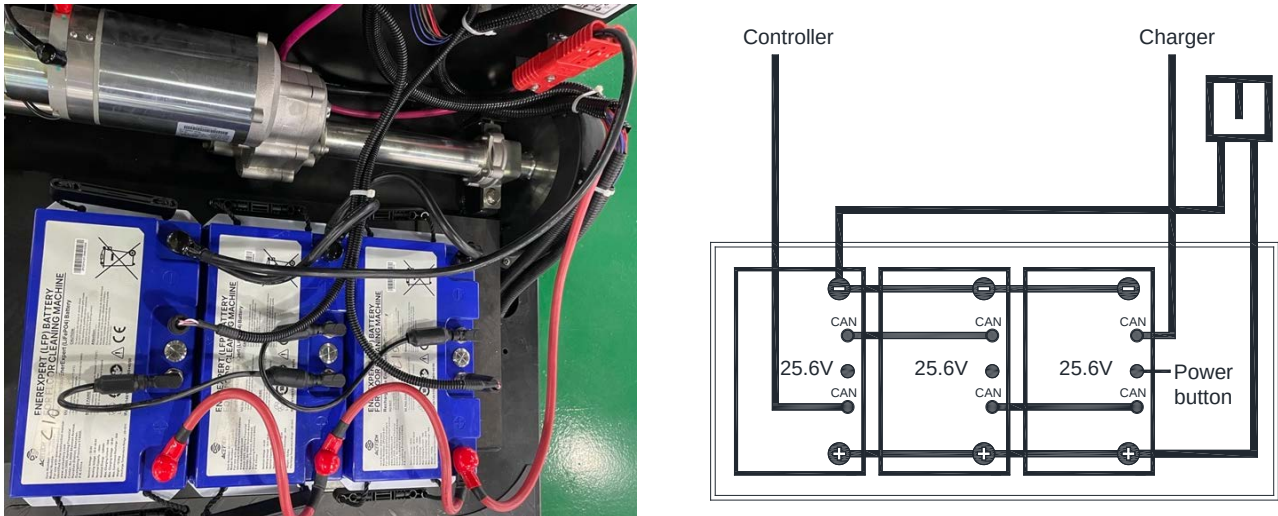

Figure 57
3. La machine est équipée de câbles de batterie adaptés à l'installation de 3 ou 4 éléments de batteries ACE. Placer doucement les batteries dans le compartiment, puis installer le câble de la batterie comme indiqué à la figure 57, serrer soigneusement l'écrou sur chaque borne de la batterie.